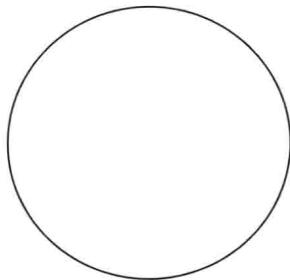

图 1-2 正圆
2. 在工具窗口中选择椭圆工具，按住【Shift + Alt】键，在窗口中点击并拖动鼠标，绘制正圆，当大小合适时同时松开鼠标和键盘。绘制的正圆如图 1-2 所示。